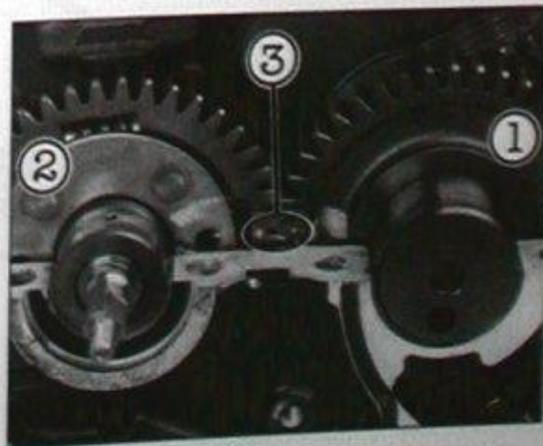

Bild 239
- Δ Markierungen von Kurbel- und Ausgleichswelle aufeinander ausrichten (Bild 239).